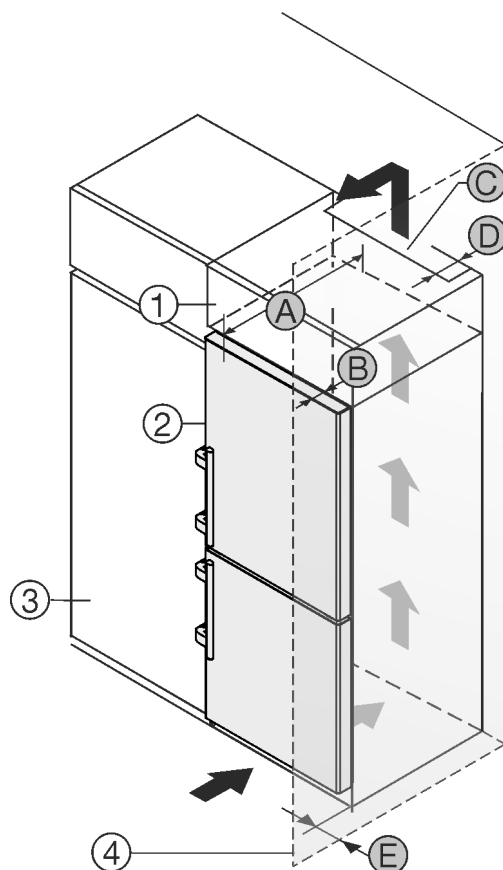

Fig. 47
Das Gerät kann mit Küchenschränken umbaut werden. Um das Gerät Fig. 47 (2) der Küchenzeilenhöhe anzugleichen, kann über dem Gerät ein Aufsatzschrank Fig. 47 (1) angebracht werden.
Wird das Gerät direkt neben einem Küchenschrank Fig. 47 (3) aufgestellt, so ist ein Abstand von mind. 5cm zum Gerät notwendig. Um die Türe vollständig öffnen zu können, muss das Gerät um die Tiefe Fig. 47 (B) gegenüber der Küchenschrankfront vorstehen. Abhängig von der Tiefe der Küchenschränke und Verwendung von Wandabstandshaltern kann das Gerät weiter herausragen.
- An der Rückseite des Aufsatzschrankes muss ein Abluftschacht mit der Tiefe *Fig. 47 (D)* über die gesamte Aufsatzschrankbreite vorhanden sein.
- Unter der Raumdecke muss der Entlüftungsquerschnitt *Fig. 47 (C)* eingehalten werden.
Wenn das Gerät mit den Scharnieren neben einer Wand *Fig. 47 (4)* aufgestellt wird, muss der Abstand *Fig. 47 (E)* zwischen Gerät und Wand eingehalten werden. Dies entspricht dem Griffüberstand bei geöffneter Tür.